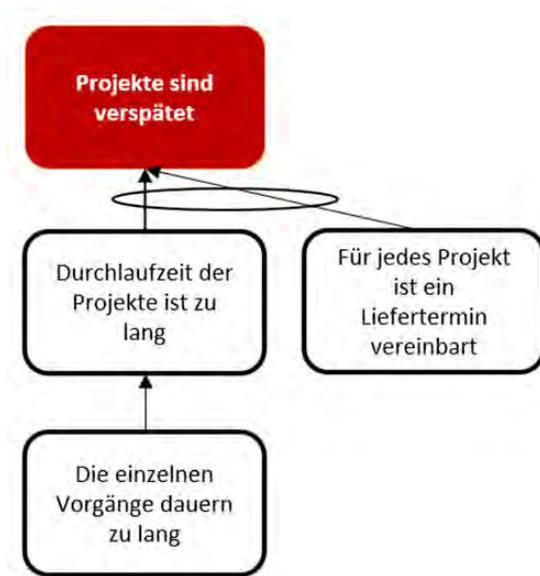

Bild 3: Ausarbeitung der kausalen Logik zwischen zwei Entitäten mit Zwischeneffekt und mitwirkender Ursache
Wirken zwei oder mehrere Ursachen auf einen Effekt ein, dann unterscheiden Sie, ob jede dieser Ursachen für sich genommen den Effekt bewirken kann oder ob die Ursachen zusammenwirken müssen, um den Effekt zu erzeugen. Letzteres wird durch eine Ellipse visualisiert (Bild 3). Sie verbindet die betroffenen Pfeile und dient hier als logische Und-Verbindung: Alle mit derselben Ellipse verbundenen Ursachen müssen zugleich gelten, damit der Effekt eintritt. Mitwirkende Ursachen werden mit solchen Ellipsen von der Seite in die logische Kette eingebunden und erklären den zentralen Wirkungszusammenhang besser.
**"Wenn** die Durchlaufzeit der Projekte zu lang ist, **dann** sind Projekte verspätet? " Dies kann sein, aber nur wenn der Liefertermin nicht weit genug in der Zukunft liegt! Sie brauchen also an dieser Stelle das Thema des Liefertermins als mitwirkende Ursache, damit die Logik schlüssig ist und zeigen diese UND-Verbindung mit einer Ellipse über die beiden Pfeile an (Bild3).